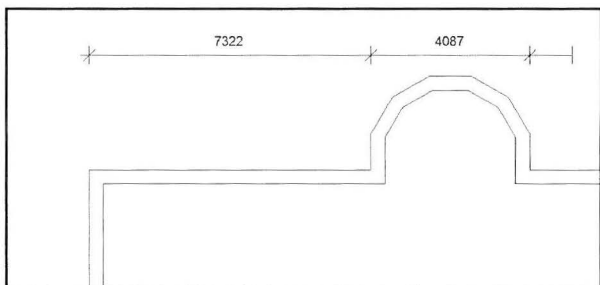

Fig. 05.48. Afsæt målkæderne, ved til slut at klikke et sted hvor musen ikke rammer noget. Klikkes ESC skal du starte forfra med at afsætte målkæderne.
- Man kan fortsætte målkæden, ved at klikke videre. For at placere målkæden på tegningen, trækkes målkæden til ønsket placering og derefter klikkes et sted på tegningen, hvor musen ikke rammer noget (Fig. 05.48). Rammer musen noget, vil man blot tilføje et mål til målkæden.